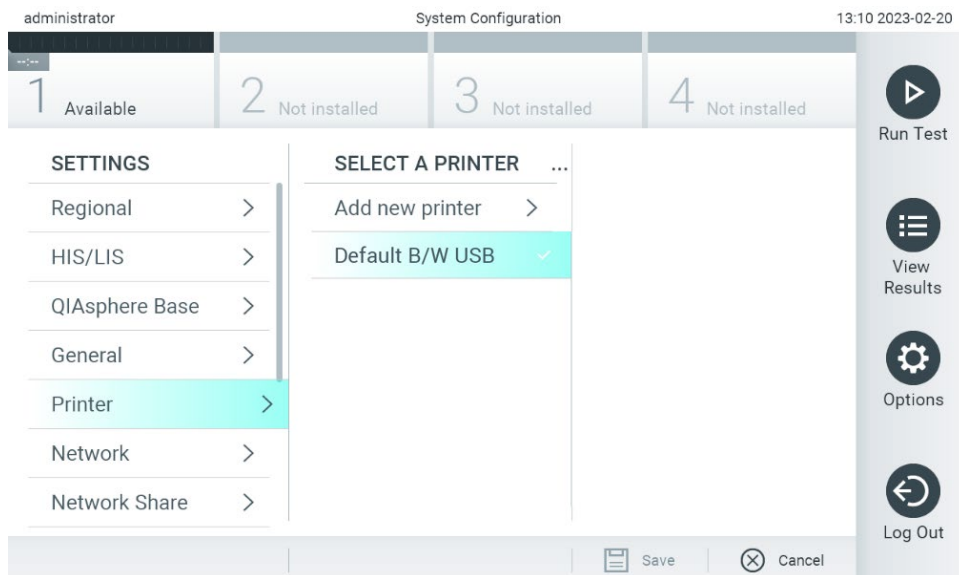

Figura 66. Selectarea unei imprimante a sistemului.
3. Selectați o imprimantă din lista de imprimante disponibile (Figura 66).